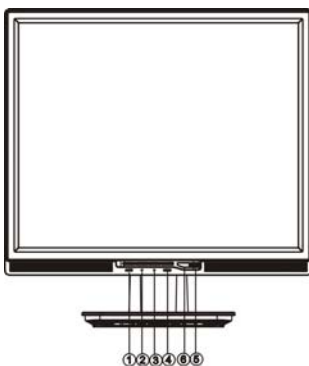

Figura 4 Tasti di controllo esterni
4. quando la procedura di rotazione è completata, regolare l'altezza in base alle proprie preferenze, come illustrato nella Figura 4.
Premere il tasto di alimentazione per accendere e spegnere il monitor. Gli altri pulsanti di controllo sono nella parte anteriore del monitor (vedere la figura 4). Cambiando queste impostazioni l'immagine può essere regolata secondo le vostre esigenze personali.